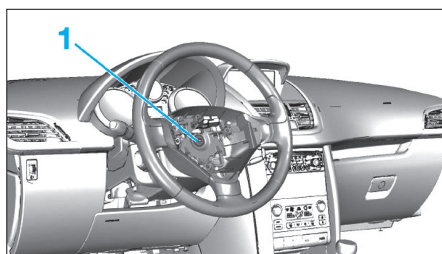

Fig. 2
- Déposer la vis de fixation (1) (Fig.2).